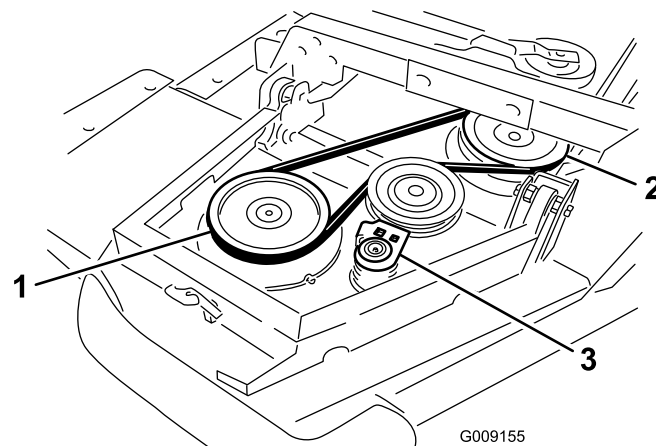

Bild 5
- Legen Sie den Riemen um die Riemenscheibe der Flügelspindel und die Riemenscheibe der Frontmähwerkspindel (Bild 5).
- Schieben Sie die Spannscheibe mit einem Schraubenschlüssel oder einem ähnlichen Werkzeug von den Scheiben (Bild 5).